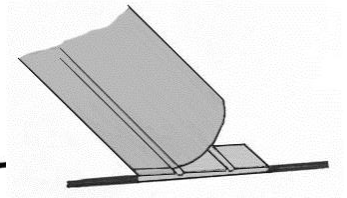

Abb. 4
- Dann wird dieser zunächst in die erste Gelenkfuge eingearbeitet, danach über den Rücken gezogen und zuletzt in die zweite Fuge eingearbeitet und angerieben (Abb. 4).